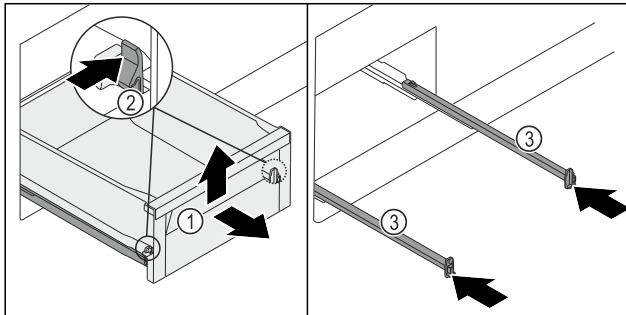

Fig. 123
- Schubfach Fig. 123 (1) bis zum Anschlag herausziehen.
- Klemme Fig. 123 (2) links und rechts gleichzeitig nach innen drücken.
- Schubfach Fig. 123 (1) löst sich von den Schienen.
- Schubfach Fig. 123 (1) vorne hochheben.
- Schubfach Fig. 123 (1) nach vorne entnehmen.
- Schienen Fig. 123 (3) einschieben.